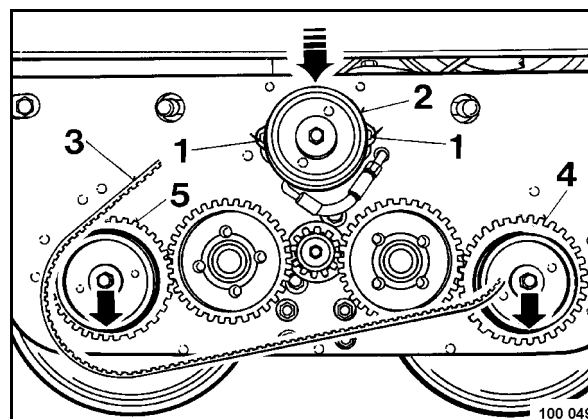

рис. 68
- Ослабить оба винта с шестигранной головкой 1 (рис. 68). Надавить на муфту (2) вниз и снять зубчатый ремень (3).